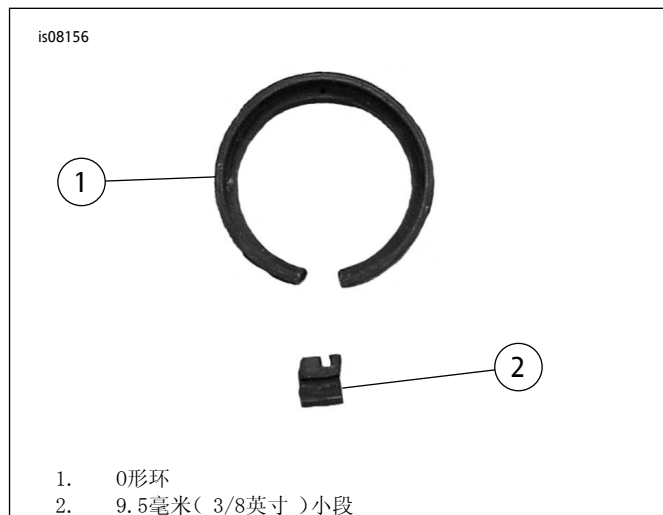

图12。修改O形环
- a. 参阅图12。找到将O形环密封垫对准转向信号灯罩的三个槽。在O形环底部中间槽位置切除一小段，长约9.5毫米(3/8英寸)。